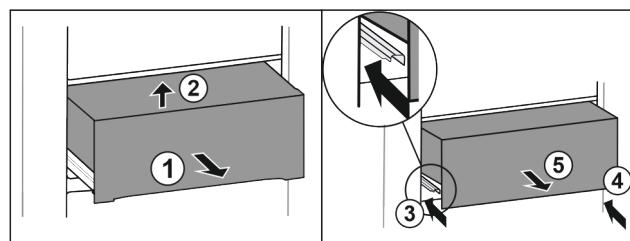

Fig. 40*
- Вытяните выдвижной ящик наполовину Fig. 40 (1).*
- Приподнимите спереди Fig. 40 (2).*
- Вставьте левую направляющую Fig. 40 (3).*
- Вставьте правую направляющую Fig. 40 (4).*
- Извлеките выдвижной ящик движением вперед Fig. 40 (5).*